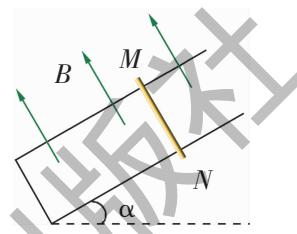

图 1-10
10. 如图 1-10 所示，足够长的光滑 U 形导体框架的宽度 $L=0.40 \text{ m}$ ，电阻忽略不计，其所在平面与水平面所成的角 $\alpha=37^\circ$ ，磁感应强度 $B=1.0 \text{ T}$ 的匀强磁场方向垂直于框平面。一根质量为 $m=0.20 \text{ kg}$ 、有效电阻为 $R=1.0 \Omega$ 的导体棒 MN 垂直跨放在 U 形框架上，导体棒从静止开始沿框架下滑到刚开始匀速运动时，通过导体棒截面的电量共为 $Q=2.0 \text{ C}$ 。求：